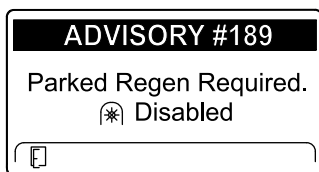

図 67
- 時間以内に駐車再生を行わないと、インフォセンターに駐車再生要求が表示され、PTO が無効化され、アドバイス No.189 が表示されます 図 67。